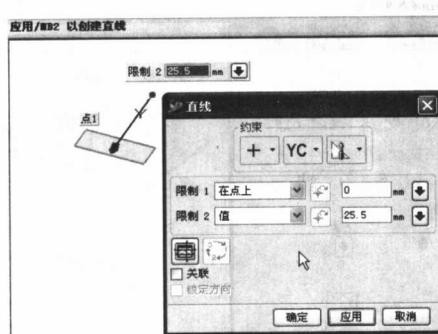

图 1-7 曲线编辑参数化
(7) 曲线编辑被具体参数化。曲线的长度是可以通过拖动箭头动态实现的。如图 1-7 所示。